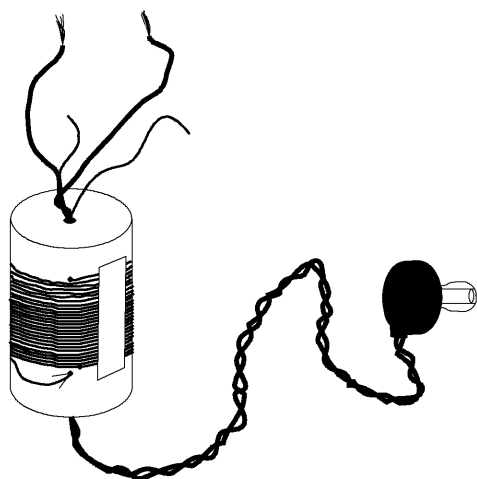

図8 イヤホンの線をコイルの穴に通す
- (2) フィルムケースの底にあけた穴に通すためクリスタルイヤホンの2本の線の先を、ねじって一つにする。
(3) コイルとなったフィルムケースの、口からクリスタルイヤホンの線の先端をいれて、底の穴に通す（図8）。